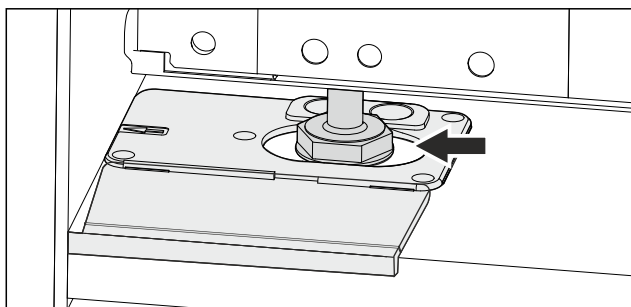

Fig. 54
- Vyrovnajte spotřebič pomocí seřizovacích nožek. Fig. 54 ()